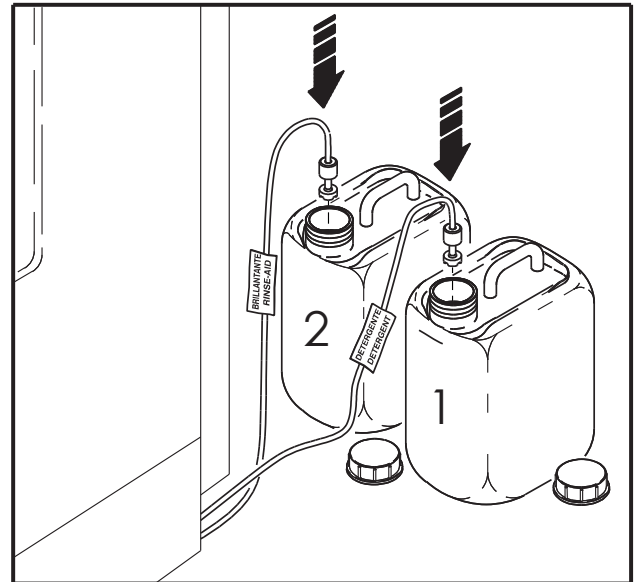

Abb. 22
- Den Füllstand des Klarspülers und des Spülmittels im externen Behälter überprüfen und eventuell austauschen (Bild 22)